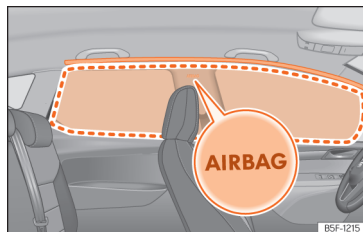

Fig. 33 Localização e raio de alcance do airbag da cabeça.
Os airbags da cabeça estão localizados de ambos os lados do habitáculo, por cima das portas »» **Fig. 33** e estão assinalados pelo logo «AIRBAG».
Ao ativar-se, o airbag da cabeça ocupa a zona assinalada (raio de alcance) »» **Fig. 33**. Por este motivo, nunca se deverá colocar ou fixar objetos nesta zona »» ⚠.
- Assegure-se de que as crianças viajam sentadas corretamente nas suas cadeiras e não colocam a cabeça na zona de insuflação dos airbags para a cabeça »» **Fig. 33**, uma vez que, se os airbags disparassem, estes poderiam bater-lhes e causar-lhes lesões graves.